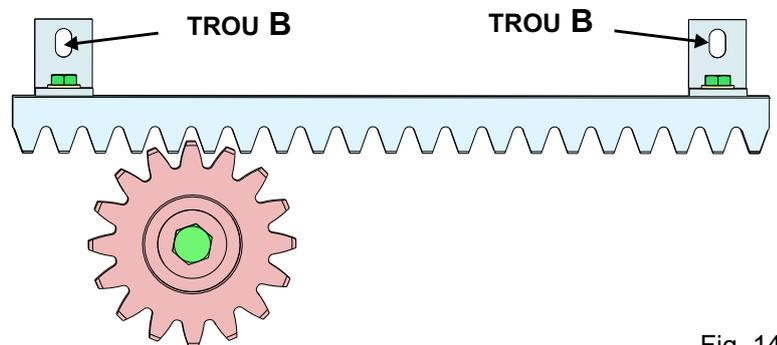

Fig. 14
- 7.3. Placer l'élément de crémaillère sur le pignon - Fig. 14 - parallèlement au guide de coulissement au sol
**MAINTENIR UN JEU D'ENVIRON 1 mm ENTRE LE DENT DU PIGNON ET LE DENT DE LA CRÉMAILLÈRE POUR ÉVITER QUE LE POIDS DU PORTAIL REPOSE SUR LE PIGNON - FIG. 14**